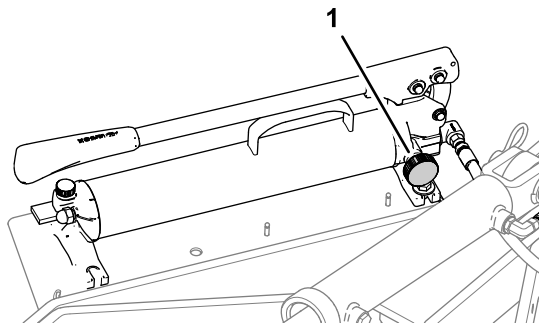

図 21
1. ハンド油圧ポンプのベース部にあるバルブ 図 21 を閉じて、ポンプを操作するロックピンがロックバーブラケットの中で回転するまでポンプ動作を続ける。
6. 油圧ハンドポンプのバルブを閉じ 図 21、ポンプを操作してエアレータを移動走行位置まで上昇させる。